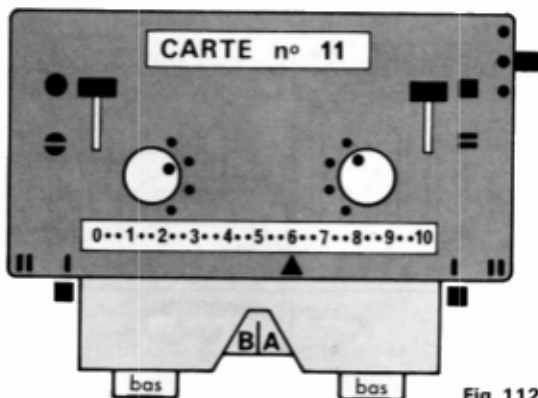

Fig. 112
- Régler le chariot comme fig. 112. Enfiler les laines A et B dans les fentes I et II du guide-fil,
- 6° Régler le chariot comme fig. 112 page 35, avec leviers sur «attente».
- 6° Régler le chariot comme fig. 112 page 35, avec leviers sur «attente» ,